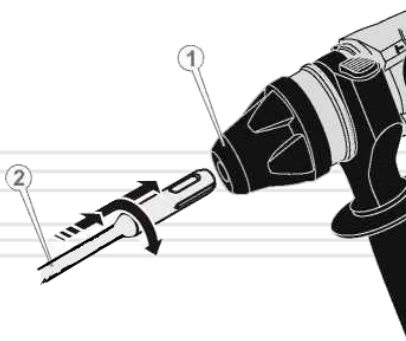

Рисунок 2. Схема встановлення зубила у затискний патрон
5.1.2 Встановлення та вилучення зубила у затискний патрон (див. рис. 2)